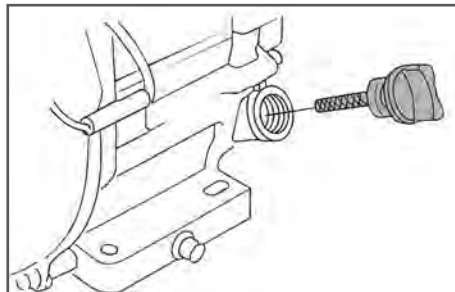

Рис. 5 Крышка-щуп маслозаливной горловины
2. Открутите крышку-щуп маслозаливной горловины и извлеките щуп (Рис. 5).
2. Выкрутите крышку-щуп маслосазливной горловины и извлеките щуп (Рис. 5).